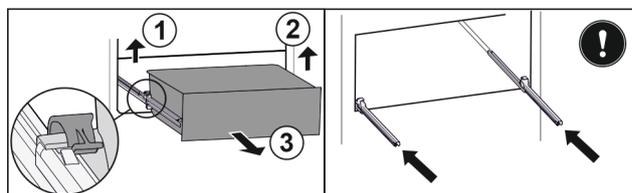

Fig. 125
- ▶ 提起左侧夹子，同时将抽屉左侧向前拉。 Fig. 125 (1)
- ▶ 提起右侧夹子，同时将抽屉右侧向前拉。 Fig. 125 (2)
- ▶ 朝前取出抽屉。 Fig. 125 (3)